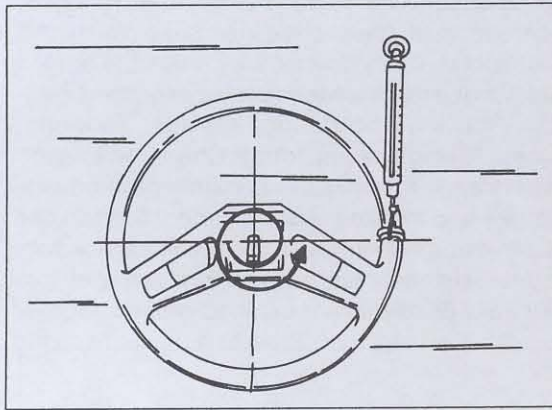

Bild 275
- Eine Federwaage in der in Bild 275 gezeigten Weise an der Lenkradfelge anbinden und das Lenkrad, an der Federwaage ziehend, ein und eine halbe Umdrehung durchdrehen. Die Anzeige der Federwaage darf während der gesamten Drehbewegung nicht mehr als 37 Nm betragen. Falls dies der Fall ist, kann der Riemen der Lenkhilfspumpe locker sein, die Ölfüllmenge der Anlage ist nicht ausreichend, Luft ist in die Anlage hineingekommen oder die Schläuche sind verstopft oder verdreht. Die entsprechenden Prüfungen durchführen, um die Fehler zu finden.